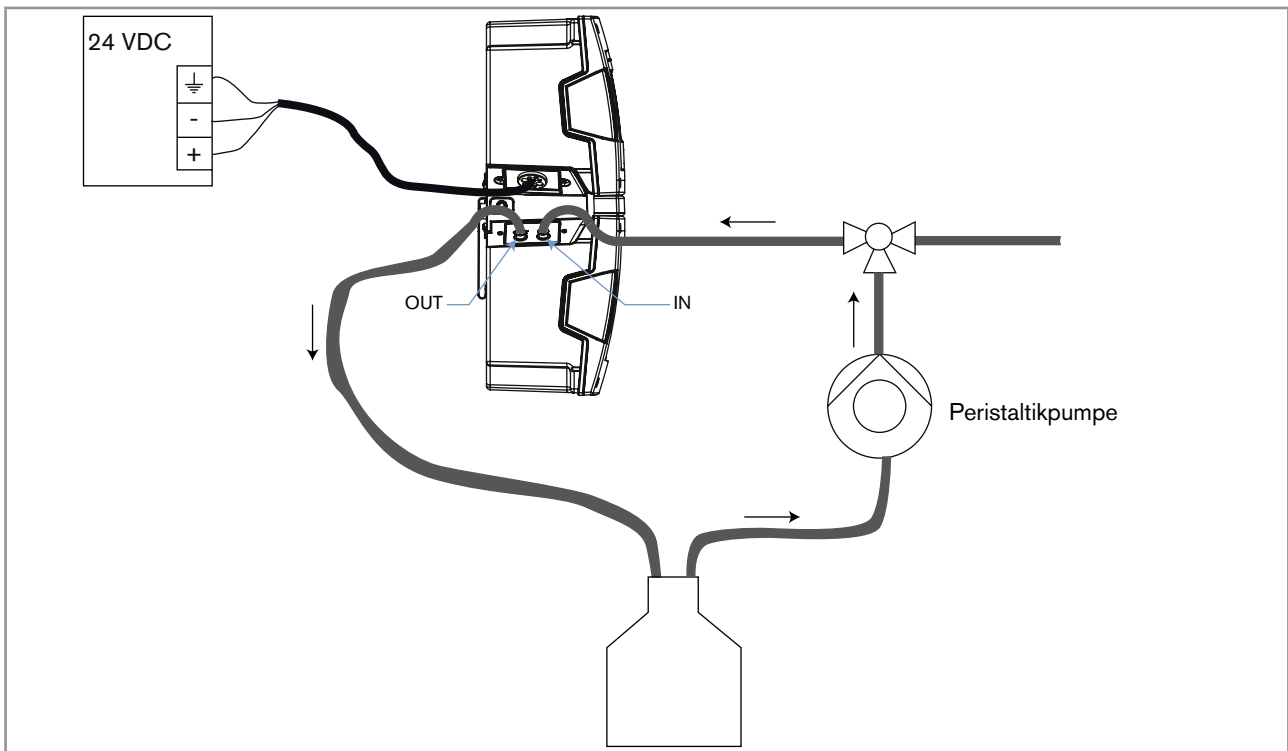

Abb. 4: Aufbau für die Kalibrierung des Produkts in einem System Typ 8905
1. Eine Peristaltikpumpe an den Wasserprobeneinlasskreis des Systems anschließen, wie in Abb. 4 gezeigt. Wenn die fluidischen Anschlüsse nicht korrekt vorgenommen sind, können Produkt und System beschädigt werden, weil der Druck in Produkt und System zu hoch ist.